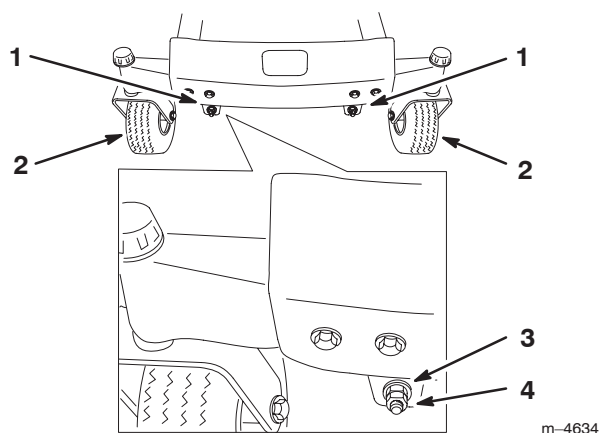
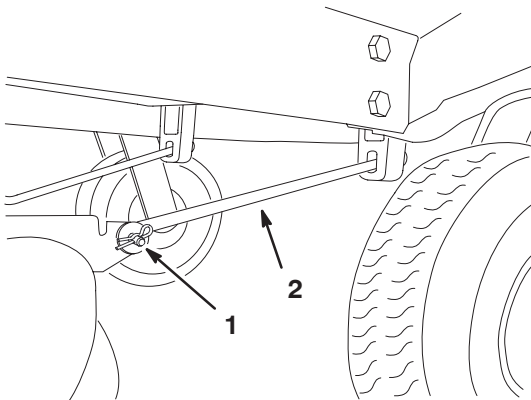

Figure 42
Figure 44
10. Pour régler l'inclinaison avant/arrière des lames, retirez les contre-écrous et tournez les écrous de réglage à l'avant du plateau de coupe (Fig. 42).
12. Après avoir réglé uniformément les deux écrous, contrôlez de nouveau l'inclinaison avant/arrière. Poursuivez le réglage des écrous jusqu'à ce que la pointe avant de lame soit de 1,6 à 7,9 mm (1/16 à 5/16 pouce) plus basse que la pointe arrière (Fig. 42).
Remarque : Après avoir réglé les écrous de réglage, vérifiez qu'**aucune** des tige de support ne présente de **jeu** (Fig. 44). Serrez l'une ou l'autre pour supprimer le jeu (Fig. 42).
4. Retirez la goupille fendue et l'axe de chape de la tige de support avant de chaque côté du plateau de coupe (Fig. 44).
7. Fixez les tiges de support avant à la machine à l'aide des axes de chape et des goupilles fendues (Fig. 44).